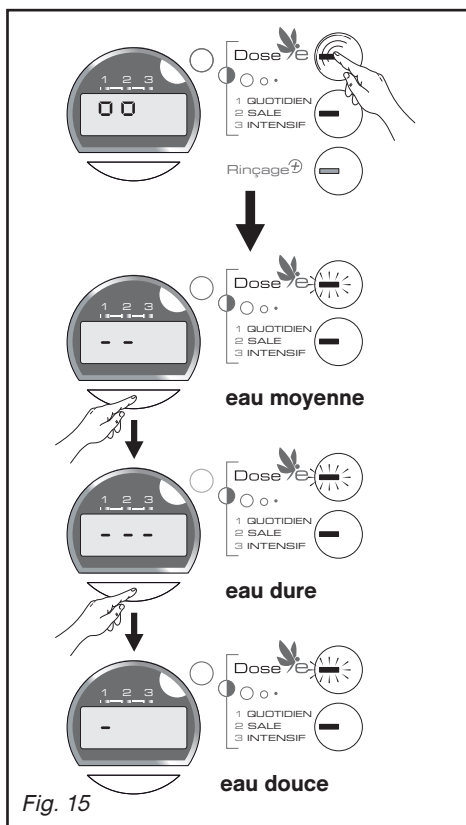

Fig. 15
• Réglage de la dureté de l'eau (Fig. 15)
- Faites un appui long sur la touche "Dose/E" (Fig. 15).